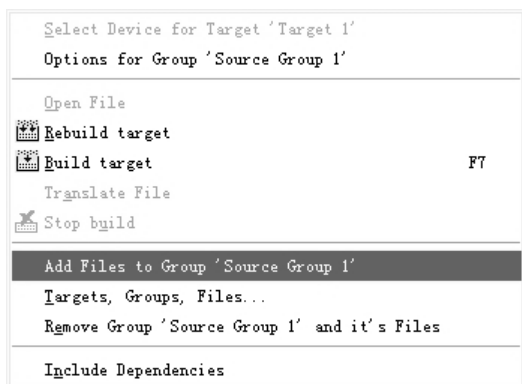
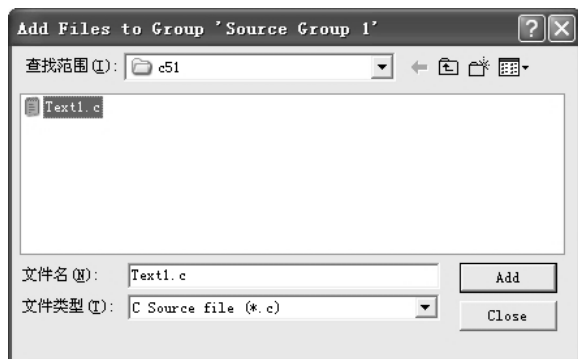

图 1-19 菜单
图 1-20 选中“Text1.c”
(5) 将程序添加到工程中。回到编辑界面，单击“Target 1”前的“+”号，然后在“Source Group 1”上单击鼠标右键，弹出如图 1-19 所示的菜单。接着单击“Add Files to Group ‘Source Group 1’”选项，在出现的界面中选中“Text1.c”，如图 1-20 所示，单击“Add”按钮。